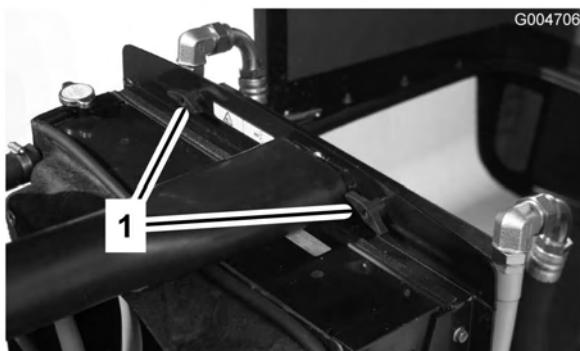

Figure 62
2. Enlevez les boutons (Figure 62) qui fixent le refroidisseur d'huile au châssis.